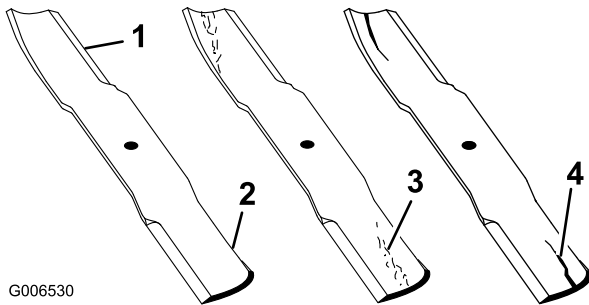

Figura 91
1. Inspeccione los filos de corte (Figura 91). Si los bordes no están afilados o tienen muescas, retire las cuchillas y afílelas. Consulte Afilado de las cuchillas.
2. Inspeccione las cuchillas, especialmente la parte curva (Figura 91). Si observa daños, desgaste o la formación de una ranura en esta zona (Figura 91), instale inmediatamente una cuchilla nueva.